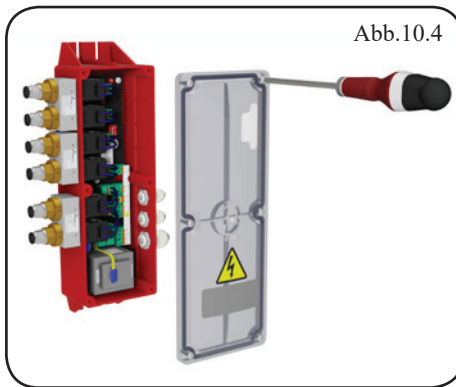

Abb.10.4
- Den Deckel abnehmen, indem die 6 Befestigungsschrauben (Abb.10.4) gelöst werden, um auf das Innere des Gehäuses zugreifen zu können.